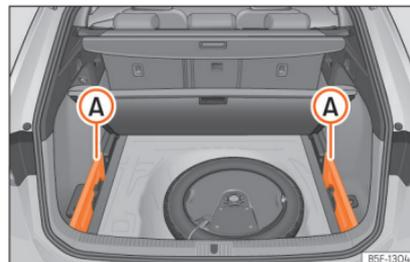

Abb. 128 Im Gepäckraum: Aufnahme zum Verstauen der aufrollbaren Abdeckung.
- Entfernen Sie die Abdeckungen links und rechts »» **Abb. 128 A**.